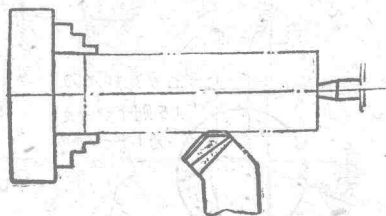
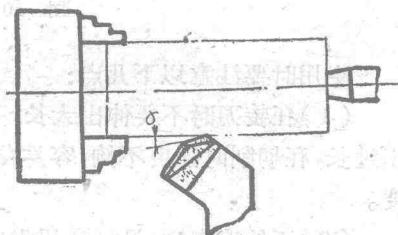

图 12
图 13
(4)刀刃和工件必須对平,机床的剛性要很好,就是使刀架和拖板沒有松动現象,这样平行刃和工件一定要对平,如图12。机床結構不太好,走刀系統有松动現象时,可以不要对的太平,但要使平行刃靠向过渡刃地方留出一定的很小的隙縫,空隙大小是根据机床来决定的。如图13。